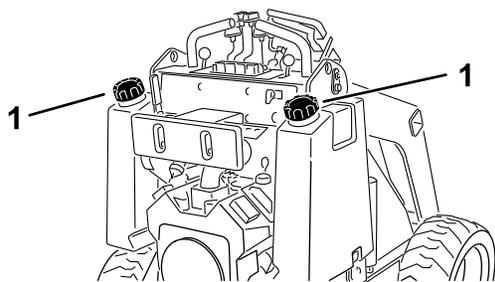

Рисунок 6
3. Очистите область вокруг крышки топливного бака и снимите ее (Рисунок 6).